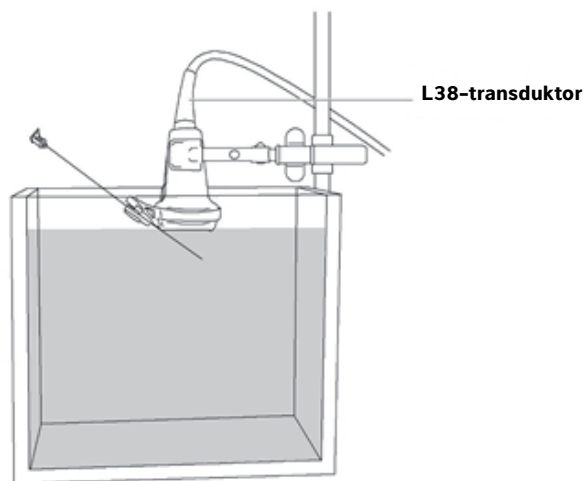

Bild 2 L38-transduktor med nål i testvätska
- ▶ Behållare fylld med testobjektvätska (All World Scientific kod 3480) eller destillerat vatten. Se **Bild 2, "L38-transduktor med nål i testvätska"** på sidan 147.
- 7 För ned nålen i behållaren med testvätska eller destillerat vatten tills dess ultraljudsbilden visas på systemets skärm (se **Bild 2, ”L38-transduktor med nål i testvätska”** på sidan 147).